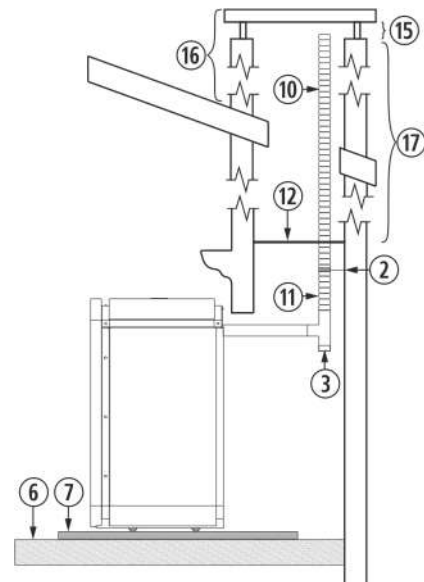

Figura 10
4.28. La instalación de un encastrable en una chimenea de obra se puede realizar en toda su totalidad en tubo flexible, tal y como indica la figura 10. Debemos tener especial cuidado a la hora de realizar el aislamiento entre la chimenea y el tubo de la salida de gases, para evitar posibles retrocesos de gases en caso de tormenta.
②	Abrazadera de sujeción de acero inoxidable.
③	Te de 90° con registro.
⑥	Suelo de madera.
⑦	Protector del suelo no combustible.
⑩	Tubo flexible de acero inoxidable.
⑪	Manguito unión rígido a flexible.
⑫	Aislante anti retroceso.
⑮	Mínimo 200mm.
⑯	Debe sobrepasar 1 metro el tejado.
⑰	Mayor a 4m aumentaremos una medida.